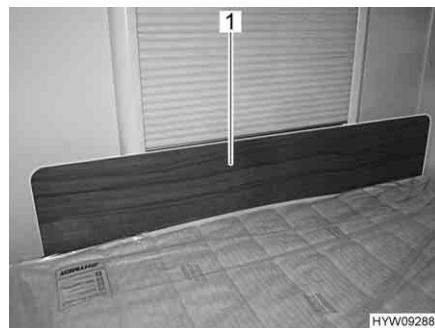

Fig. 72 Pannello di protezione/protezione antcaduta
- Inserire il pannello di protezione (Fig. 72,1) davanti alla finestra, tra il materasso e il telaio della finestra. L'effetto di serraggio del materasso mantiene il pannello di protezione in posizione, davanti al telaio della finestra.